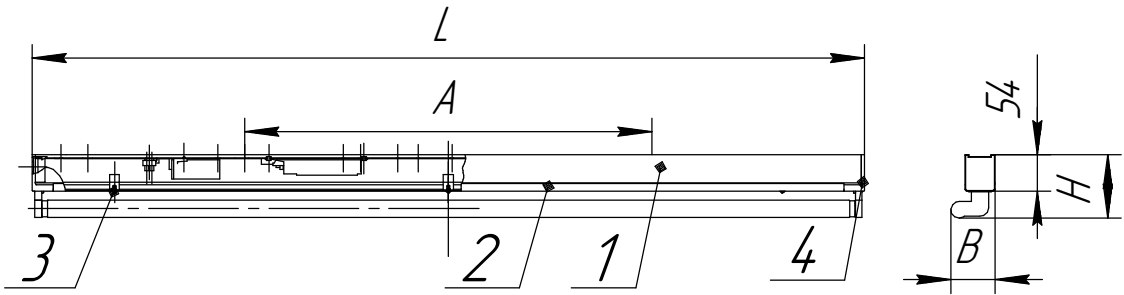

Рисунок 1. 1. Корпус в сборе, 2. Крышка, 3. Винт, 4. Крышка.
4.2 Светильники в соответствии с Рис.1, 2, 3, 4 состоят из: корпуса в сборе поз.1 в котором размещена электрическая схема, двух торцевых крышек поз.4, крышки поз.2, которая крепится к корпусу при помощи трех винтов поз.3., и отражателя поз. 5, который крепится к корпусу при помощи трех винтов поз.3.
6.2 Отверните винты поз.3 и крышку поз.2 (Рис. 1, 2, 3, 4 Приложение А).
6.5 Закрепите крышку поз.2 и отражатель поз.5 (если комплектуется отражателем) тремя винтами поз.3 Рис. 1, 2, 3, 4.